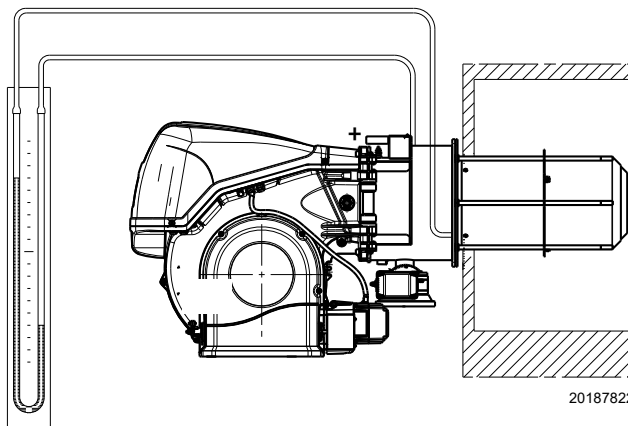

Fig. 27
- Monter un manomètre en U ou un manomètre de type différentiel (Fig. 27), avec prise (+) sur la pression du gaz du manchon et (-) dans la chambre de combustion.
L'arrivée de gaz au manchon est mise en évidence sur le manomètre en U (Fig. 27 à la page 32).
À titre d'orientation, on peut le trouver dans les Fig. 22 et Fig. 23 à la page 27, il suffit de lire la pression du gaz sur le manomètre en U (illustré sur la Fig. 27 à la page 32) et de suivre les indications.